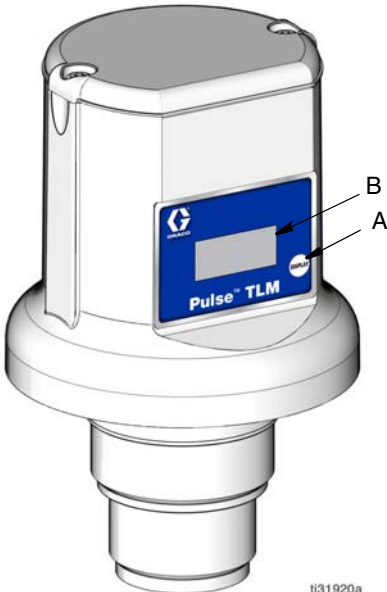

FIG. 6
Pressione e solte o botão exibir (A). Os dados são exibidos na tela (B) (FIG. 6). Cada leitura permanece alguns segundos na tela e em seguida a próxima é exibida.
Quando o depósito for reabastecido por um distribuidor de óleo ou quando o depósito de resíduos de óleo for esvaziado por um serviço especializado, pressione o botão Exibir (A) (FIG. 6) no TLM para certificar-se de que o TLM manterá o status mais atualizado do volume do depósito.